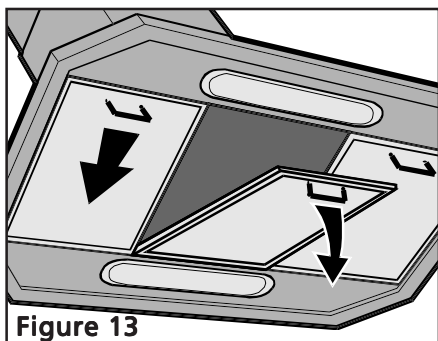

Figure 13
- Pousser chaque poignée au milieu et vers le bas (Figure 13).